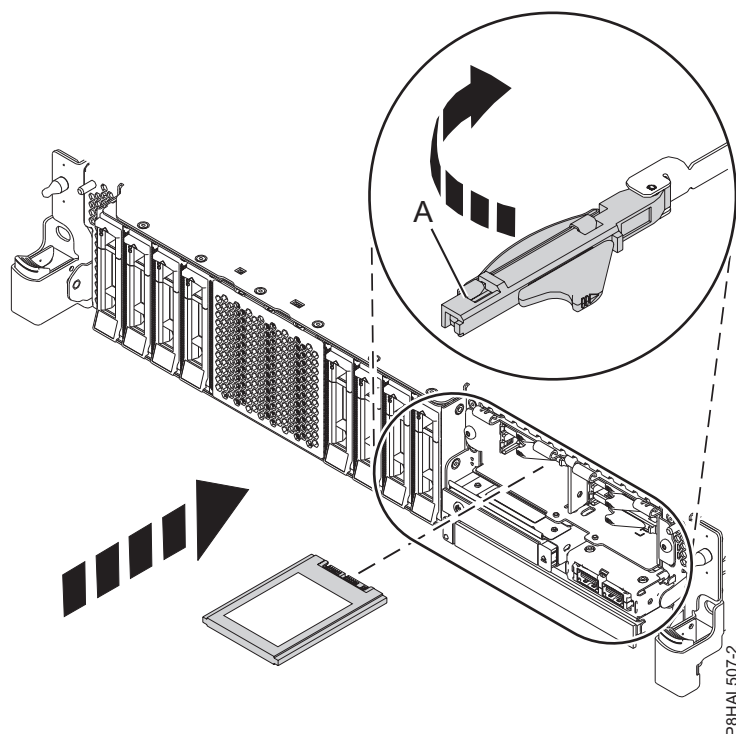

Figura 14. Instal·lació d'una SSD en un sistema 8408-44E o 8408-E8E
14. Amb la nansa del compartiment d'unitats SSD (A) en posició desbloquejada, feu sortir la palanca per poder accedir a les guies de la ranura SSD. Agafeu la part inferior de l'SSD mentre l'alineeu amb les guies de la ranura SSD. Consulteu Figura 14 a la pàgina 23.
18. Bloquegeu la unitat fent girar la nansa del compartiment (A) en la direcció que es mostra a Figura 14.